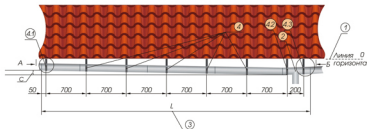

Рис. 1
1. Определить горизонтальность краев крыши, рис. 1 (1), для дальнейшего учета количества воронок и уклона желоба.
Примечание: уклон желоба (C) рассчитывается по формуле $C=L:100$, т.е. 10 мм на 1м/пог. желоба, рис. 1
5. По уровню шнура разметить места крепления кронштейнов, рис. 1 (4), загнуть и закрепить их. **Примечание:** рекомендуемое расстояние между кронштейнами не должно превышать 700 мм, рис. 1
- 6.1. Установить воронку, рис. 1 (2)
Примечание: воронка крепится двумя кронштейнами, рис. 1 (4.2) и (4.3), расстояние между которыми должно составлять 200 мм.